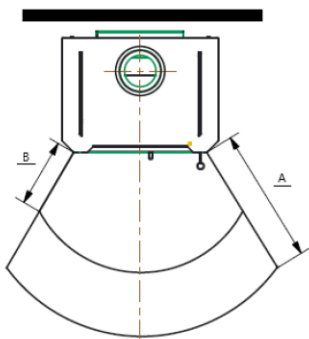

Fig. 6
Per gli elementi costruttivi, i mobili e i tessuti di arredamento infiammabili situati nella zona di irraggiamento della stufa è necessario rispettare una distanza minima di **80 cm** (A), misurati dal bordo anteriore dell'apertura del focolare. La distanza di sicurezza si riduce ai **40 cm** (B) qualora di fronte all'elemento sia installata una protezione areata (v. fig. 6).